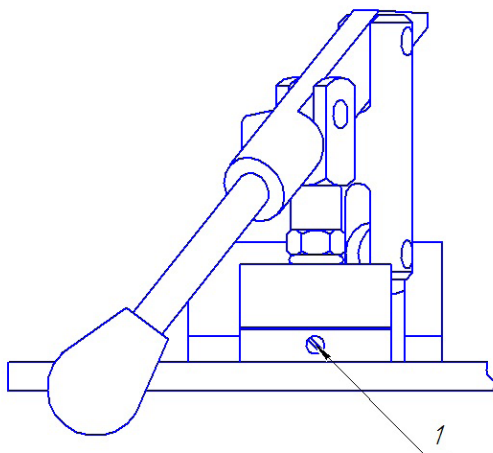

Рис. 5.
6.11 На ручном насосе открутите иглу 1 (Рис. 5) на  $\frac{1}{2}$  оборота. Плавно качайте ручным насосом до тех пор, пока из-под резьбы иглы 1 не перестанут выходить пузырьки воздуха. После этого, закрутите иглу 1 с небольшим усилием.